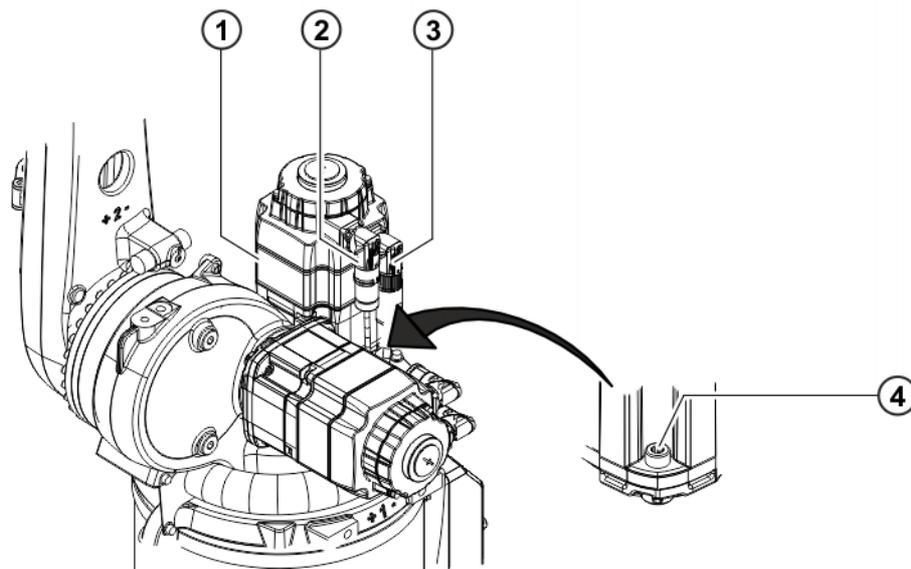

Fig. 10-1: Démontage du moteur A1
1. Desserrer et retirer les connecteurs XM1 et XP1 aux connecteurs femelles (>>> Fig. 10-1).